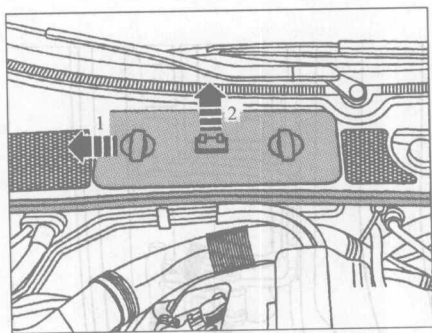

图 1-11 蓄电池上方的挡板
(1) 将蓄电池上方的挡板向右推，如图 1-11 箭头 1 所示；将其向上取下，如箭头 2 所示。